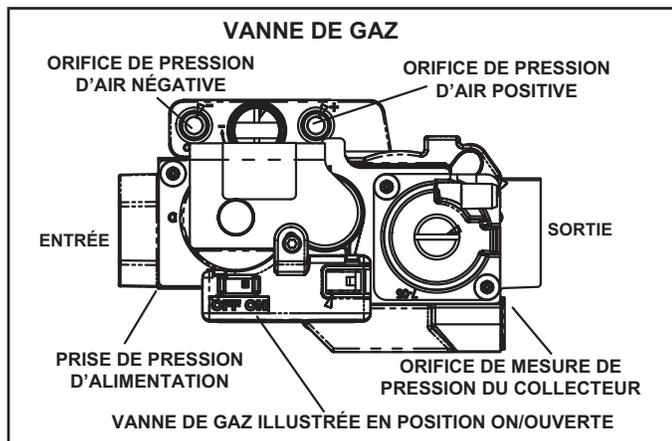

FIGURE 63
## Fonctionnement de la vanne de gaz (« FIGURE 63 »)
- 6 - Mettre le contacteur de la vanne de gaz sur « OFF ». Voir « FIGURE 63 ».
- 8 - Mettre le contacteur de la vanne de gaz sur « ON ». Voir « FIGURE 63 ».